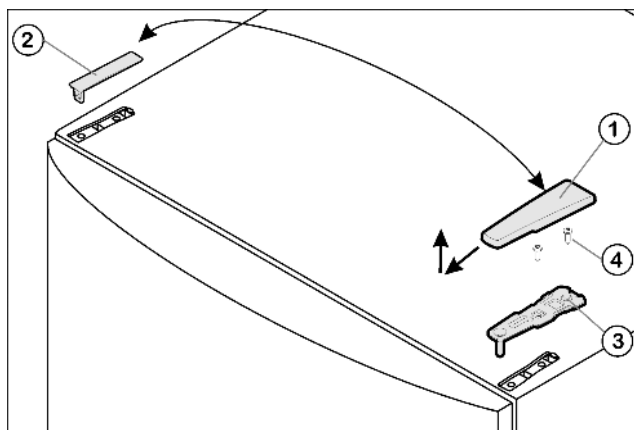

Fig. 4
- ▶ Kryt Fig. 4 (1) stáhněte dopředu a nahoru.
- ▶ Kryt Fig. 4 (2) zvedněte.
- ▶ Horní stojan ložiska Fig. 4 (3) odšroubujte (2 krát Torx® 25) Fig. 4 (4) a stáhněte nahoru.
- ▶ Horní stojan ložiska Fig. 4 (3) vložte na nové straně závěsu do dvířek.
- ▶ Horní stojan ložiska **přišroubujte (s 4 Nm)**(2krát Torx® 25) Fig. 4 (4). Díry pro šrouby případně předem propíchněte nebo použijte akumulátorový šroubovák.
- ▶ Kryt Fig. 4 (1) a kryt Fig. 4 (2) vždy na opačné straně zvenku nasadte a zaklesněte.